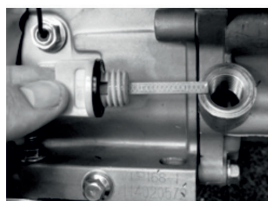

Рис. 14
2. Выкрутите пробку маслозаливной горловины (рис. 14);